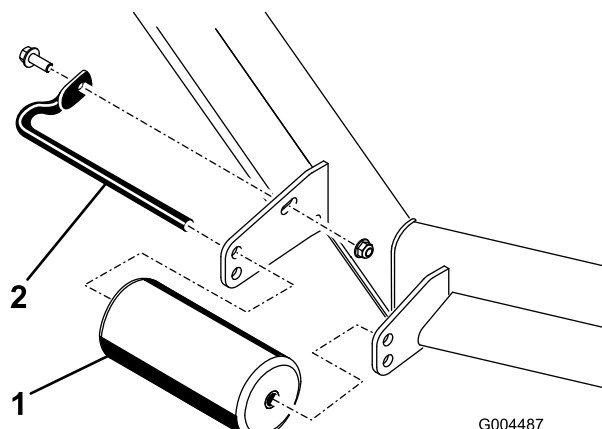
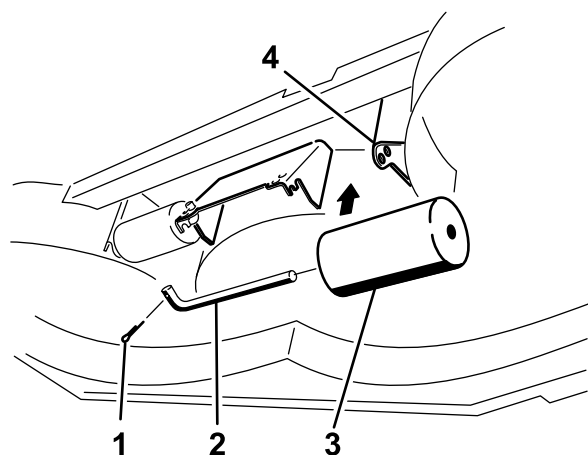

Figura 24
Figura 28
4. Retire los herrajes que fijan cada rodillo a la carcasa de corte y mueva los rodillos hacia arriba o hacia abajo según sea necesario; consulte Figura 24 a Figura 28 según corresponda a su cortacésped.